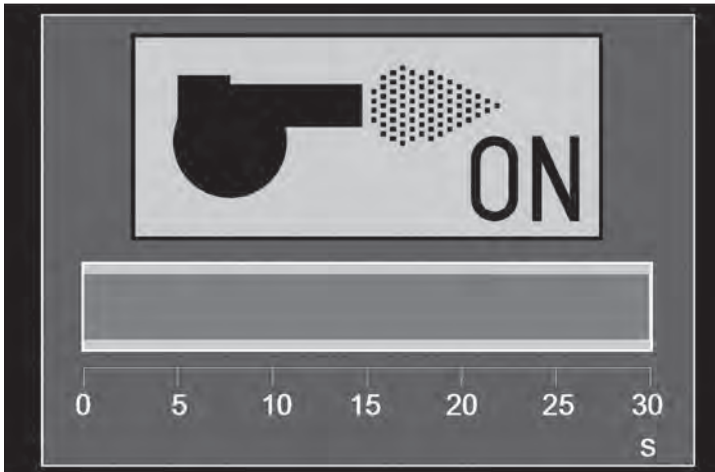

Figura 26
- Burner Ignited (Quemador encendido): El combustible fluye hacia la cámara de combustión y se encendió. Consulte la Figura 26.